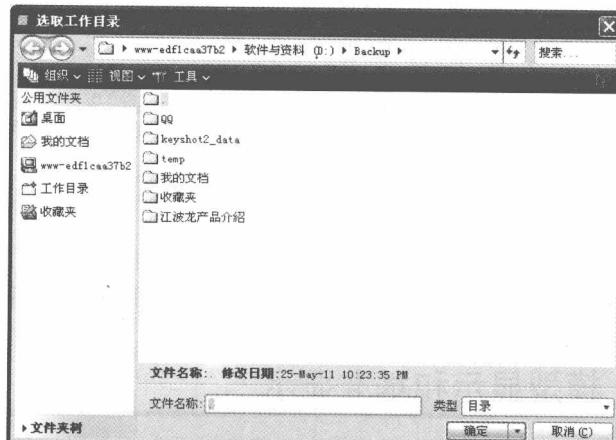

图1-15 “选取工作目录”对话框
(1) 从菜单栏的“文件”菜单中选择“设置工作目录”命令，弹出图 1-15 所示的“选取工作目录”对话框。